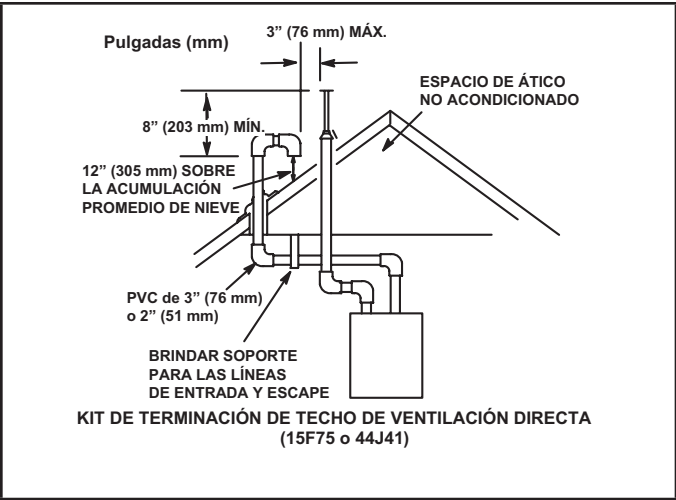

FIGURA 36
Las tuberías de entrada y de escape se pueden tender ya sea horizontalmente a través de una pared exterior o verticalmente a través del techo. En instalaciones en un ático o clóset, se prefiere la terminación vertical a través del techo. La FIGURA 36 a la FIGURA 43 muestran terminaciones típicas.
- 3 - En las terminaciones de techo, la tubería de entrada debe terminar recta hacia abajo usando dos codos de 90° (FIGURA 36).